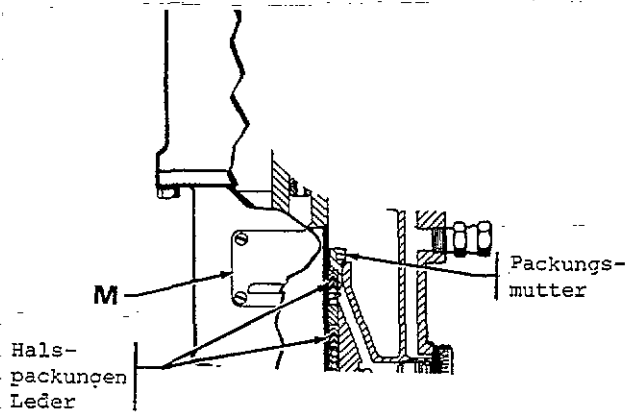

Abb. 3
Zum Überprüfen stets erst Druckentlastung durchführen, dann Klappe (M) von Motor entfernen, dann mit 5,6 mm Ø Rundeisen Packungsmutter adjustieren. Motorplatte vor erneuter Inbetriebnahme der Pumpe wieder anbringen (siehe Abb. 3)